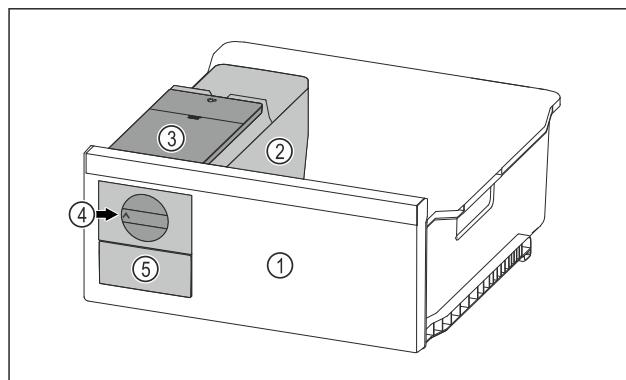

Fig. 66 Príklad zobrazenia
- Otočný gombík Fig. 66 (4) otočte v smere hodinových ručiek až na doraz.
► Kocky ľadu vypadávajú z misky na kocky ľadu do zásuvky na kocky ľadu Fig. 66 (5).